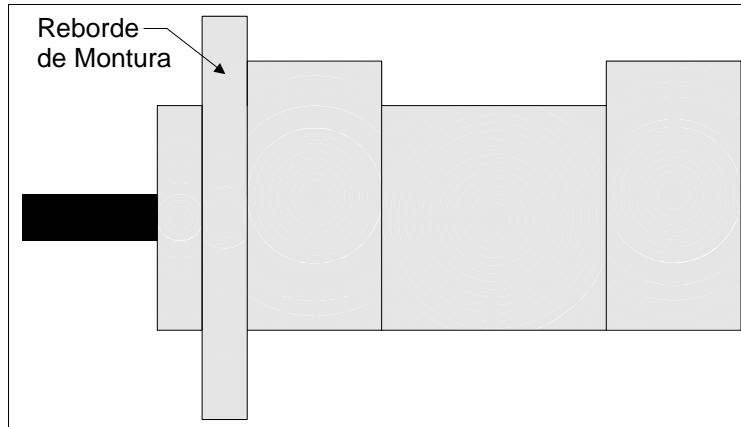

Figura 5 – Bomba Montada de Reborde
D.6.4 Alineamiento de Bombas y Transmisiones Montadas de Reborde -Vea la Figura 5